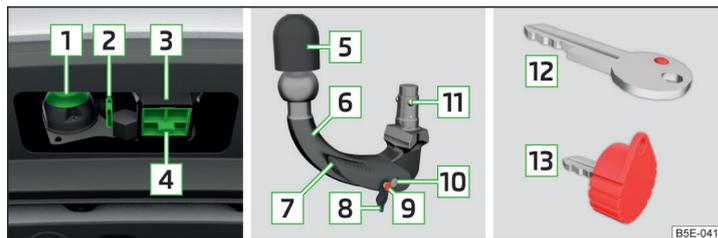

Abb. 166 Träger der Anhängenvorrichtung / Kugelstange / Schlüssel (Variante 1 und 2)
Träger der Anhängenvorrichtung und Kugelstange » Abb. 166
- Die Abdeckkappe für den Aufnahmeschacht **4** » Abb. 166 auf Seite 178 nach unten abziehen.